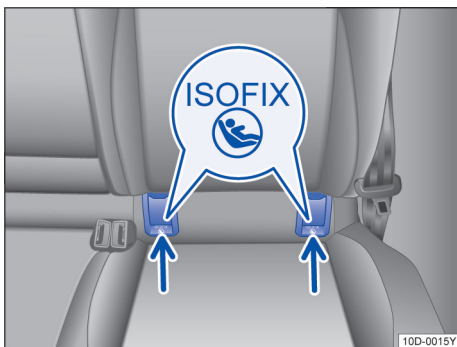

图 32 后排长条座椅的座位上的儿童座椅标准固定点的标记
- 拆下固定点护罩 → 图 32。
- 沿箭头方向将儿童座椅插入固定环 → 图 32。直至听到儿童座椅的啮合声。
- 将儿童座椅置于汽车坐垫上，然后将连接带的挂钩挂到固定环上 → 图 32。
后排外侧座椅配有两个 ISOFIX 固定环，与车身相连 → 图 32。
- 将儿童座椅插到 ISOFIX 固定环上 → 图 32，直到听见儿童座椅的啮合声。